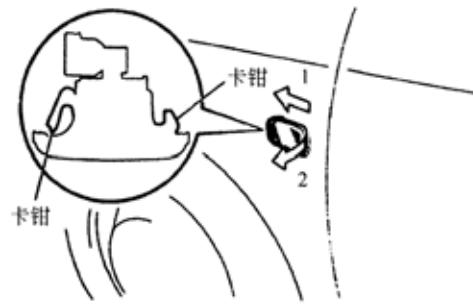

图 9-52
(1)向车辆前方拉动侧面转向信号灯总成并偏转，松开卡钳，如图9-52所示。